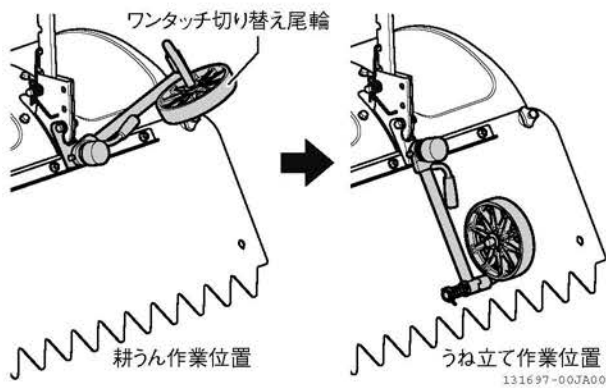

図 3-17 耕うん・うね立て
1. 尾輪を「耕うん作業」位置から「うね立て作業」位置にします。(図 3-17)